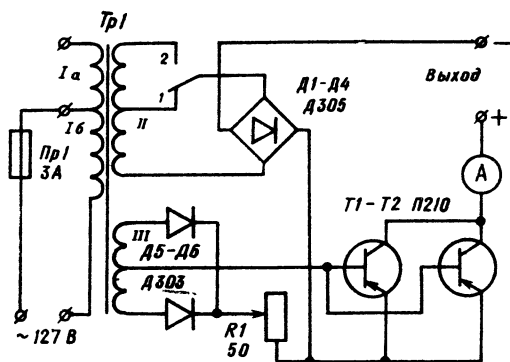

Рис. 27. Принципиальная электрическая схема выпрямителя (вторая конструкция)
*Вторая конструкция.* Схема, приведенная на рис. 27, отличается от предыдущей тем, что с целью увеличения максимального тока до 10 А транзисторы  $T1$  и  $T2$  включены параллельно. Смещение на базы транзисторов, изменением которого регулируется зарядный ток, снимается с выпрямителя, выполненного на диодах  $D5-D6$ . При зарядке 6-вольтовых аккумуляторов переключатель устанавливается в положение 1,